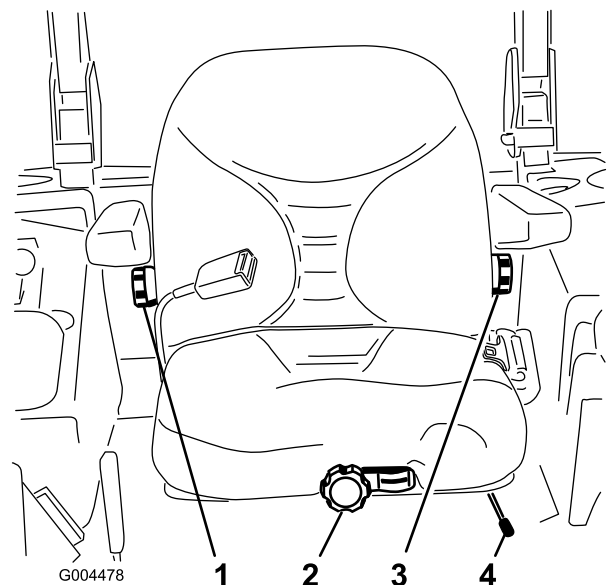

Figure 22
1. Poussez le levier de réglage sur le côté pour débloquer et régler le siège (Figure 22).
Sans vous asseoir sur le siège, tournez le bouton avant dans un sens ou dans l'autre pour obtenir la position la plus confortable (Figure 22).
Pour ce faire, tournez le bouton situé sous l'accoudoir droit dans un sens ou dans l'autre pour obtenir la position la plus confortable (Figure 22).
Pour le régler, tournez le bouton situé sous l'accoudoir gauche dans un sens ou dans l'autre pour obtenir la position la plus confortable (Figure 22).